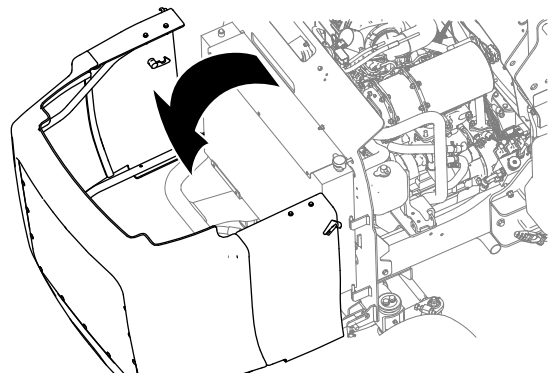

Bild 64
5. Entriegeln und öffnen Sie die Motorhaube (Bild 64).